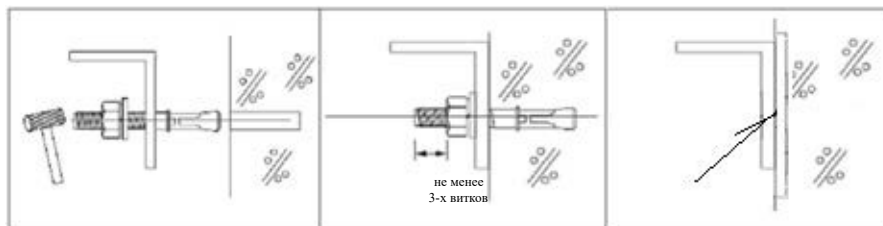

Рисунок 5.5 - Крепление кронштейнов к стене
Крепление кронштейнов к стенам шахты производится путем приварки их к закладным деталям по ГОСТ 5264-80 электродом Э42 (либо аналогом) с трех сторон или клиновыми анкерами для шахт из бетона либо (хим. анкерами) для кирпичных шахт (рис. 5.5). Для выверки кондуктора с шаблона по оси кабины опустить два отвеса и закрепить их в приямке. Выверить кондуктор по отвесам, опущенным с шаблона, и уровню. При этом предусмотренные на кондукторе риски необходимо совместить с отвесами.
- 2) Крепление на анкерах выполнять в ниже приведенной последовательности (рис. 5.5): через отверстия в опорных уголках разметить место установки анкеров; сверлом (буром) диаметром, соответствующим диаметру, указанному на анкере, просверлить отверстия; вставить анкера в отверстия распорной гайкой внутрь и легкими ударами молотка вогнать дюбеля вглубь отверстия так, чтобы наружный торец шпильки дюбеля выступал из стены на 15 - 40 мм, выставить опорный уголок и завернуть гайку до отказа ключом.